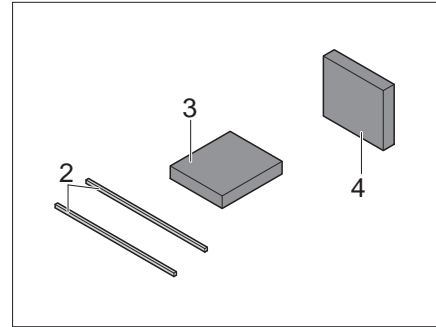

Bild 112 Zusatzpolster
- Zusatzpolster (Bild 112,3) auf die Sitzbankverlängerung auflegen.
- Zusatzpolster (Bild 112,4) als Rückenlehne einsetzen.